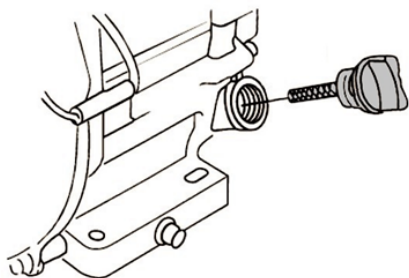

Рис. 10 Крышка-щуп маслозаливной горловины
2. Открутите крышку-щуп маслозаливной горловины и извлеките щуп (Рис. 10).
- Открутите крышку-щуп маслозаливной горловины и извлеките щуп (Рис. 10).